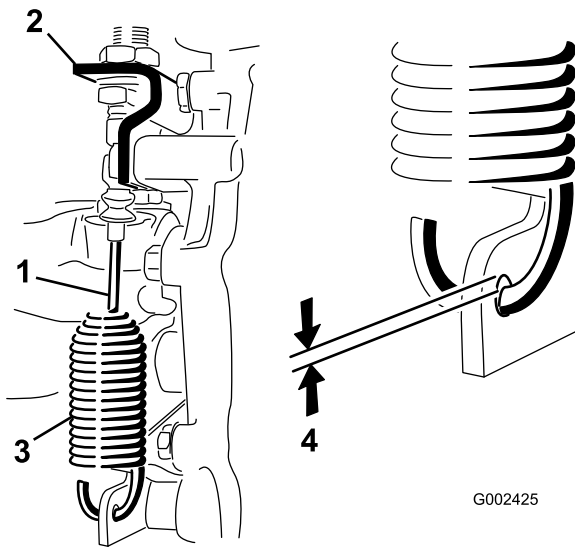

Bild 49
2. Lösen Sie die Klemmmutter, mit denen das Differenzialsperrkabel am Getriebe befestigt ist (Bild 49).